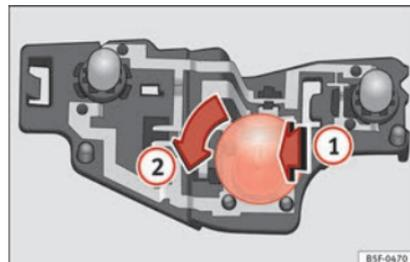

Fig. 222 Posizione delle lampadine nel portalamпада.
- Premere leggermente la lampada difettosa verso il portalamпада » fig. 222 ①, ruotarla quindi verso sinistra ② ed estrarla.